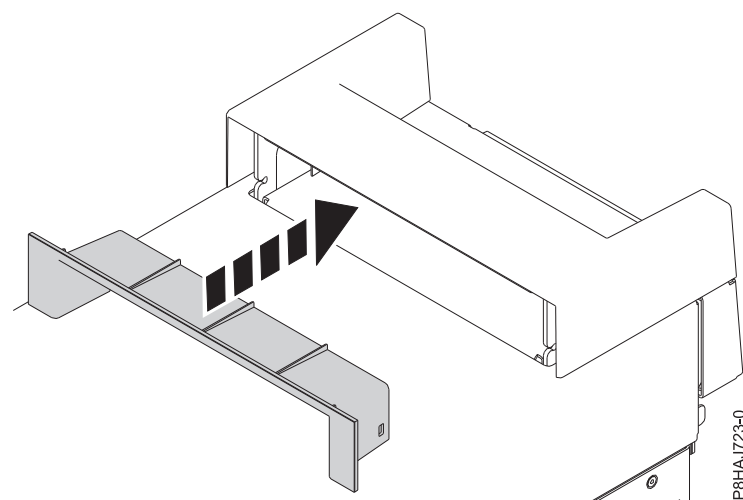

Figura 24. Inserción de la pieza en la tapa de asa en un sistema 8286-41A autónomo
2. Inserte la pieza en la tapa de asa presionándola con firmeza, tal como se muestra en la Figura 24.